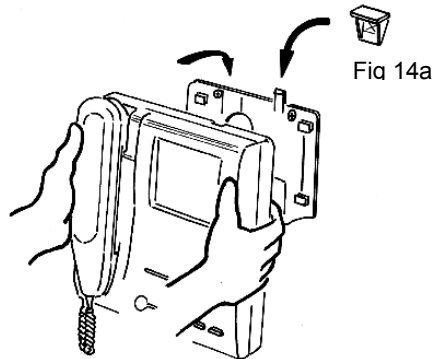

Fig. 14a
- Inserire la morsetteria ed agganciare il monitor sulla staffa come indicato in fig.14a pag. 19 per rendere maggiormente stabile l'aggancio del monitor innestare il piccolo cuneo staccato dalla staffa (fig 13 pag. 19) come descritto in fig 14a pag.19